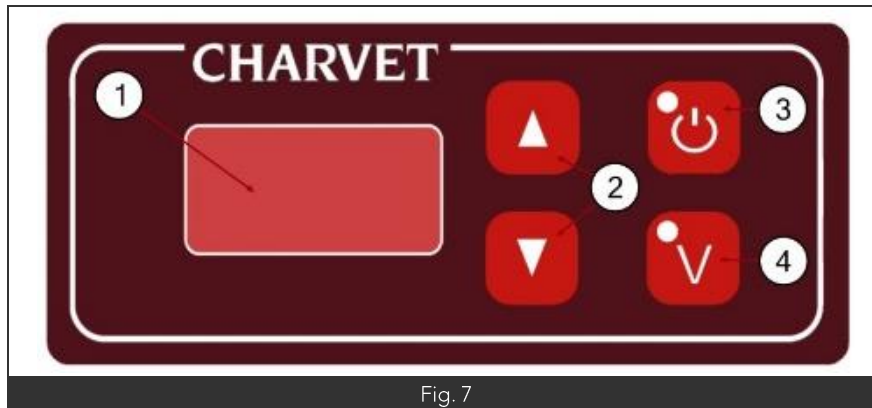

Fig. 7
- Mettre en fonction l'appareil (Fig7 Rep3) le voyant vert s'allume ce qui signifie la mise en tension.
- Sélectionner une température de chauffe (Fig7 Rep2), l'afficheur numérique s'allume (Fig7 Rep1) ce qui signifie la mise en chauffe.
- Appuyer sur V (Fig7 Rep4) pour mettre en fonction le brasseur.